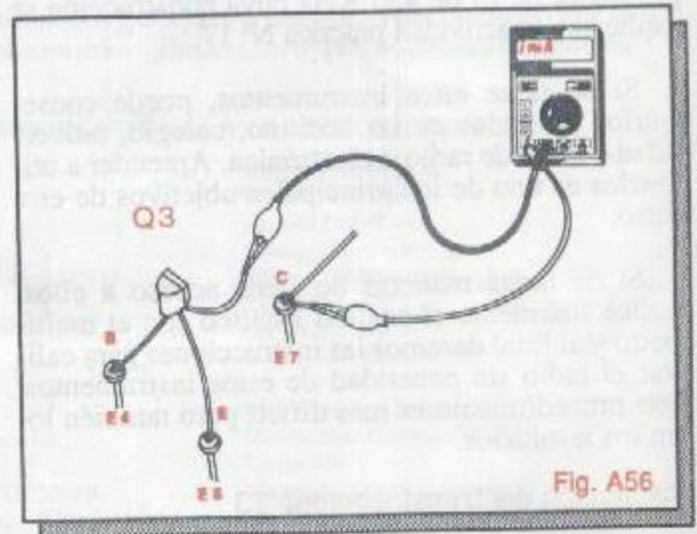

Fig. A56
Paso 2. Mida la corriente de colector de Q3 desconectando el terminal del colector de la puntilla E7 como se muestra en la figura A56, teniendo en cuenta la polaridad de los terminales. El valor medido es